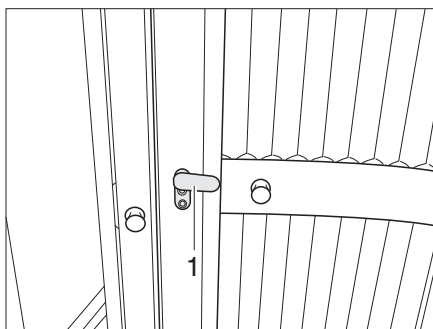

Fig. 241 Toilettes Vario, porte des toilettes
- Placer le verrou (Fig. 241,1) de la porte des toilettes en position verticale et rabattre la partie interne de la porte cellule des toilettes.
- Tourner la partie intérieure vers la porte des toilettes et placer le verrou (Fig. 241,1) en position horizontale pour le verrouiller.